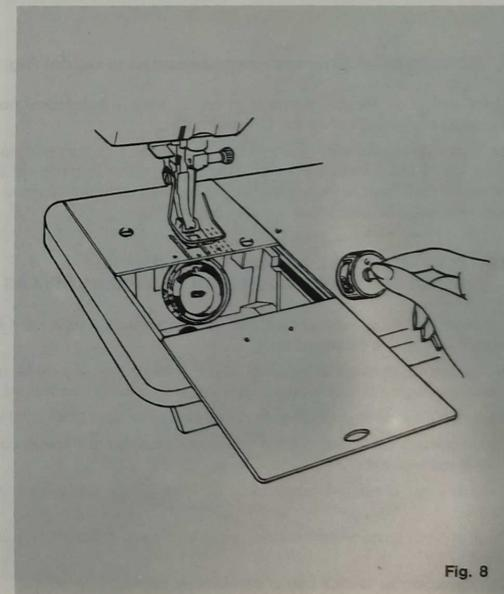

Fig. 8
8.º INTRODUCCION - EXTRACCION DE LA BOBINA (fig. 8)